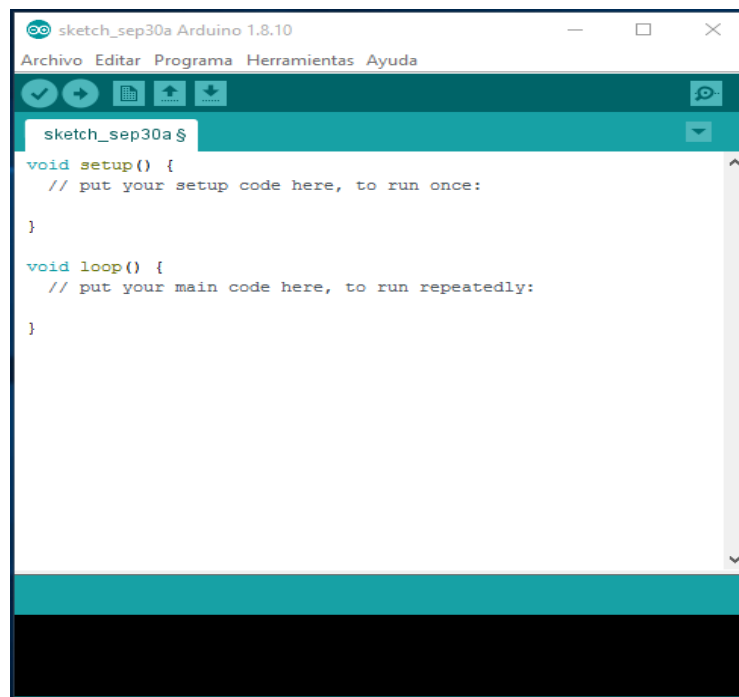

Figura 13. Interfaz del IDE de Arduino
- De acuerdo a la figura 13. ya tendríamos instalado nuestro software de Arduino